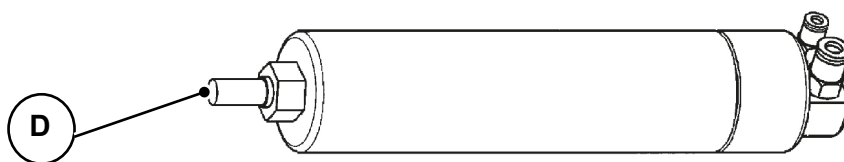

Fig. 09-14
5. Desaparafuse a bucha “D” do cilindro a substituir e apertá-la no novo (ver Fig. 09-14)